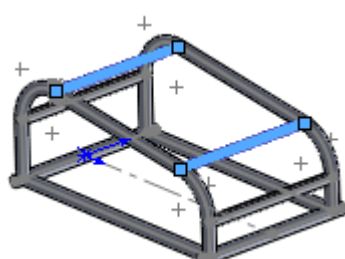

图 16-18 添加第三、四条矩形管构件
③单击“焊件”工具栏中的“结构构件”按钮,或执行“插入”→“焊件”→“结构构件”菜单命令,拾取图 16-18 所示的两条连接线条。添加矩形管结构构件,在“结构构件”属性管理器中键入旋转角度数值 82,如图 16-19 所示,调整矩形管的放置角度,最后,单击